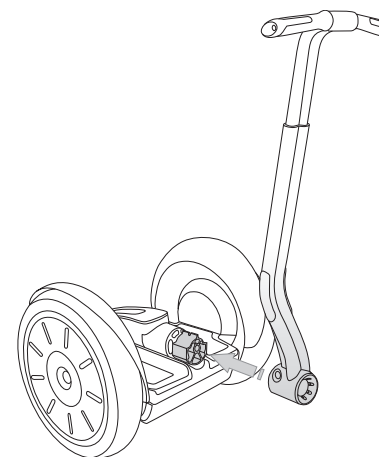

Figure 3. Fixation du cadre LeanSteer de la base du pivot
4. Faites glisser le cadre LeanSteer en l'éloignant de la base du pivot comme cela est illustré à la figure 3. Cette action ne devrait pas nécessiter beaucoup de force.
6. Pour attacher le cadre LeanSteer, faites-le glisser sur la base pivotante. Référez-vous à la figure 3.